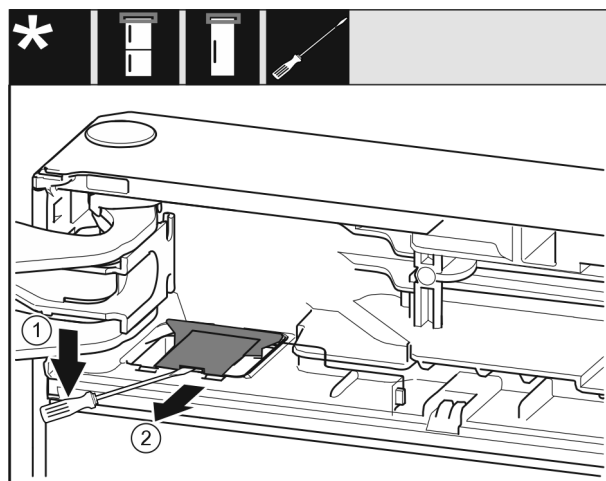

Fig. 11
- ▶ Plochým šroubovákem uvolněte kryt Fig. 11 (1).
- ▶ Vyjměte kryt Fig. 11 (2).